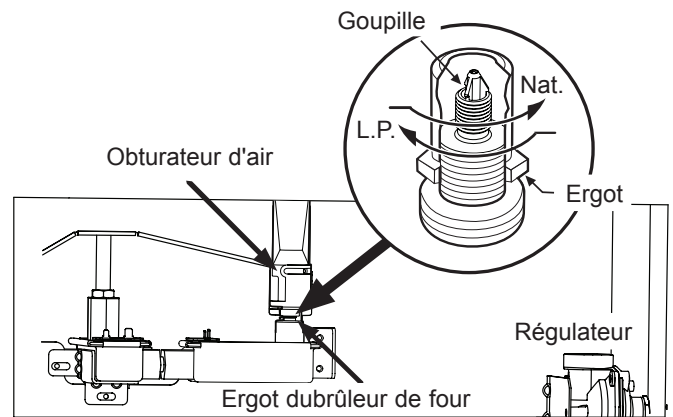

Figure 11
B. Réglez orifice de brûleur du four (voir Figure 11)